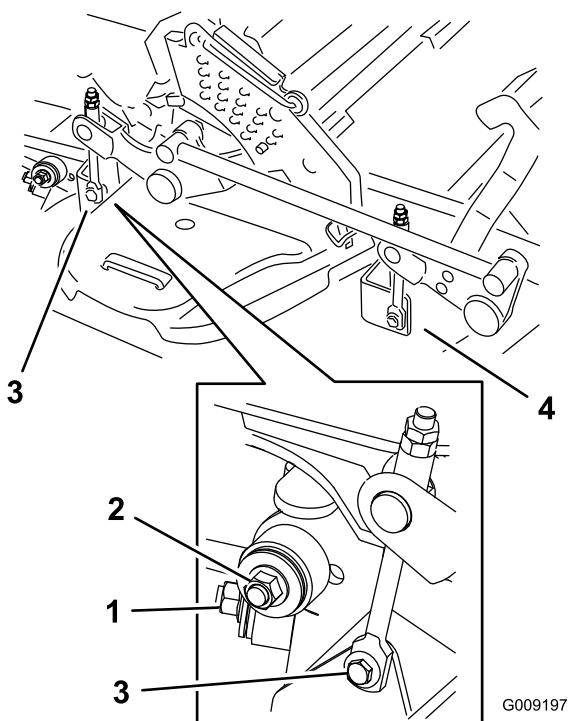

Bild 97
8. Entfernen Sie die Schrauben an beiden Seiten des Mähwerks (bewahren Sie sie auf), wie in Bild 97 dargestellt.